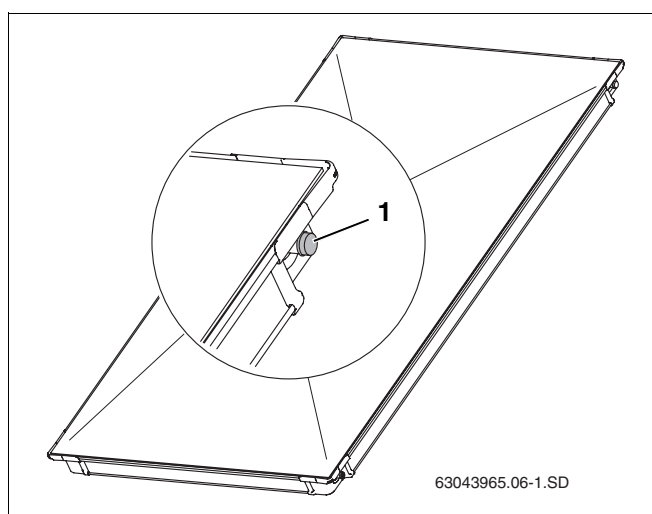

Fig. 5 Tapas de plástico en las conexiones del colector
- ▶ Retire las tapas de plástico (fig. 5, pos. 1) justo antes de realizar el montaje.